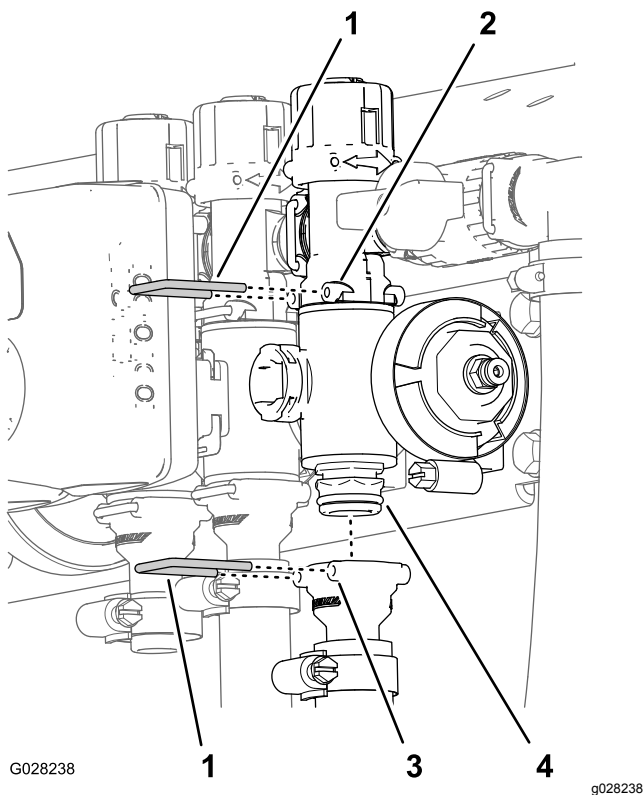

図 81
2. 個別ブームバルブのマニホルドをバイパスフィッティングに固定しているリテーナを外す 図 81。